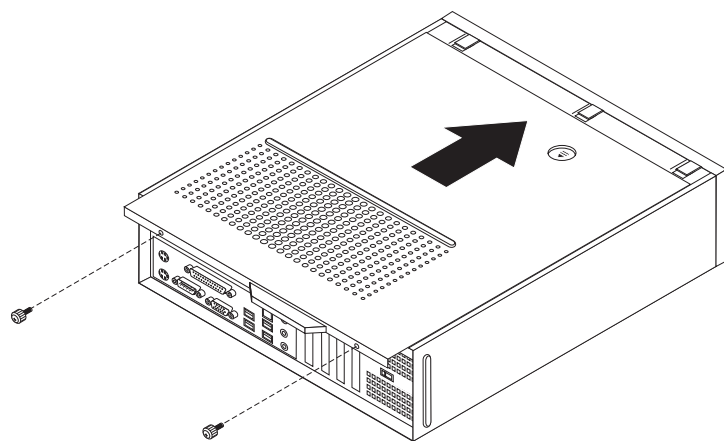

图 39. 安装外盖
5. 重新安装计算机外盖，然后连接电源线。请参阅第 35 页的图 39。